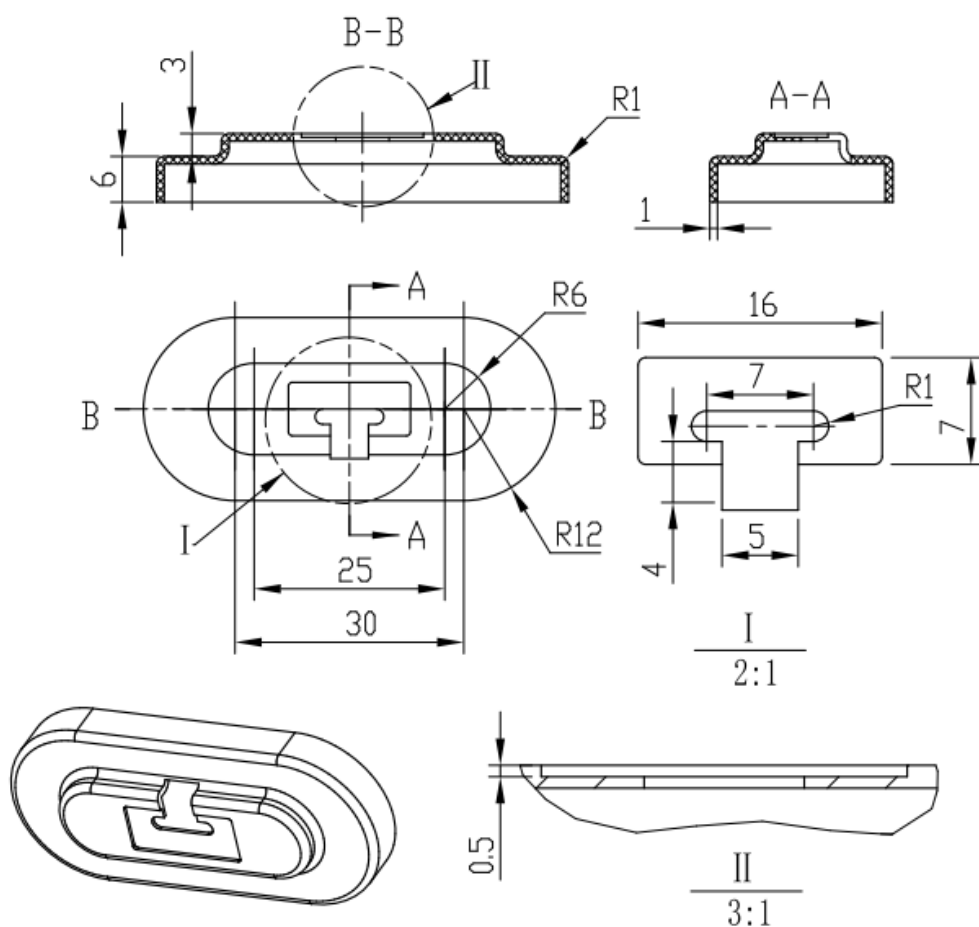

图3-1电池盖
按照图3-1的要求，对电池盖零件进行产品造型、结构设计与3D打印。塑件材料：**ABS**。技术要求：
(1) 在F盘下建立考生文件夹，文件夹名称为考生准考证号。产品零件设计的结果文件保存于此文件夹中。
(2) 根据图3-1对产品进行造型，并对内部结构进行设计，文件名称为CPSJ3DDY
(3) 对产品设计的结果文件进行3D打印
(4) 对打印的零件进行后处理（含去支撑、粘接等）